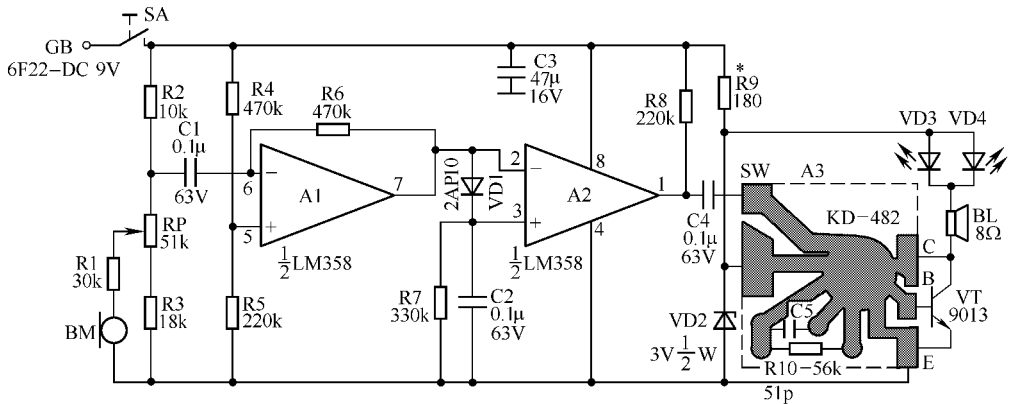

图 5-10 摇摇声控闪光音乐玩具电路
摇摇工作原理如图 5-10 所示。它的声控部分由驻极体传声器、电阻和电容双运算放大器及外围阻容元件组成；受控部分则由发光二极管、音乐集成电路、三极管及扬声器等组成。外界的声音经驻极体传声器转换成电信号，由耦合电容输入到反相放大器 A1 的第⑥脚进行放大，放大后的电信号送到反极性电压比较器 A2 进行比较，在其①脚输出高电平，经电容耦合至 A2 的触发极，去激励 A2 振荡工作，推动 VT 发出音色优美悦耳的乐曲。如外界声音不断，则不同的乐曲将循环放送，同时，发光二极管不断发光闪烁，其亮度随声音大小而变化。